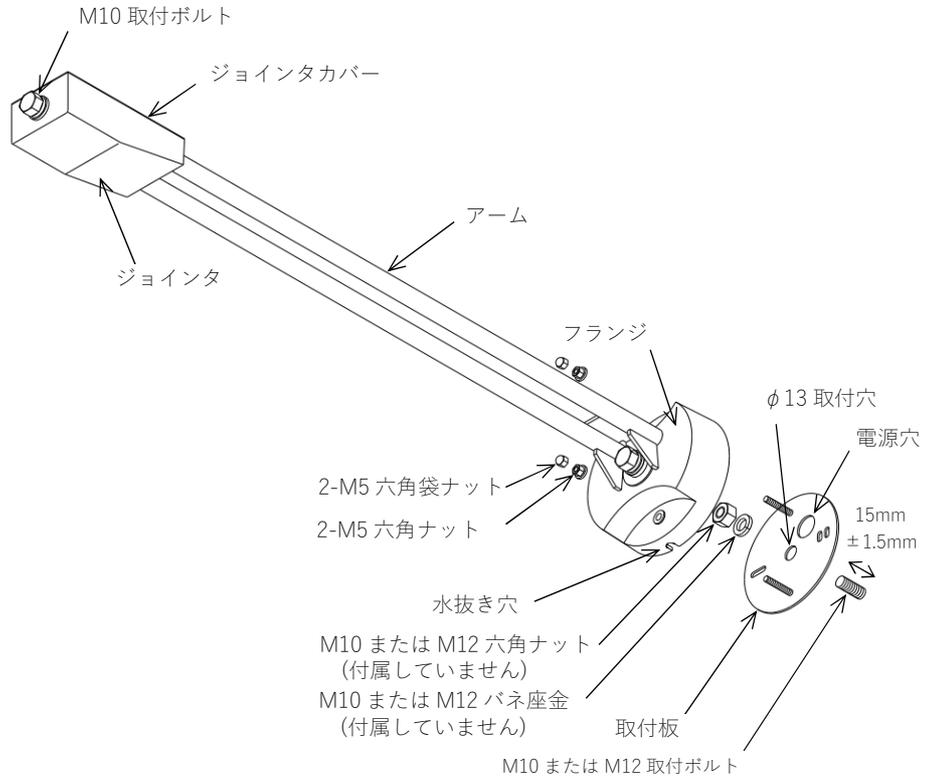

図1
1. 構造物へM10 または M12 の取付ボルトを指定長さ(15mm±1.5mm)で設置してください。(図1)